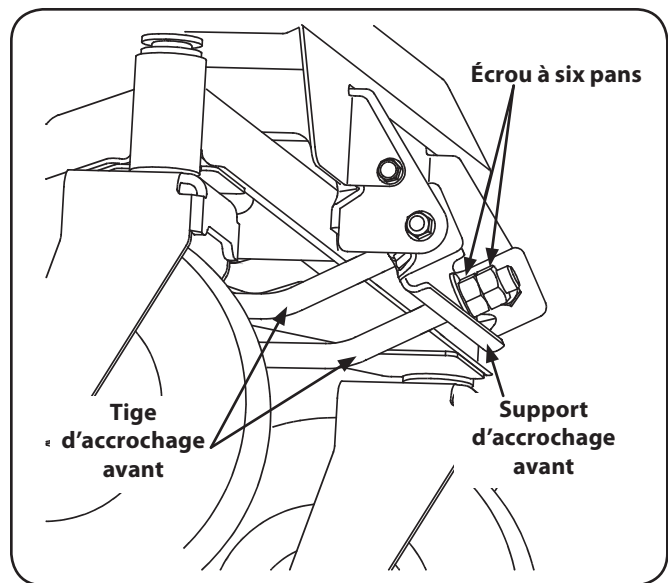

Figure 6-8
5. À l'avant du tracteur, desserrez les écrous extérieurs sur la tige d'accrochage avant et tournez-les dans la direction opposée aux écrous intérieurs. Voir la Figure 6-8.